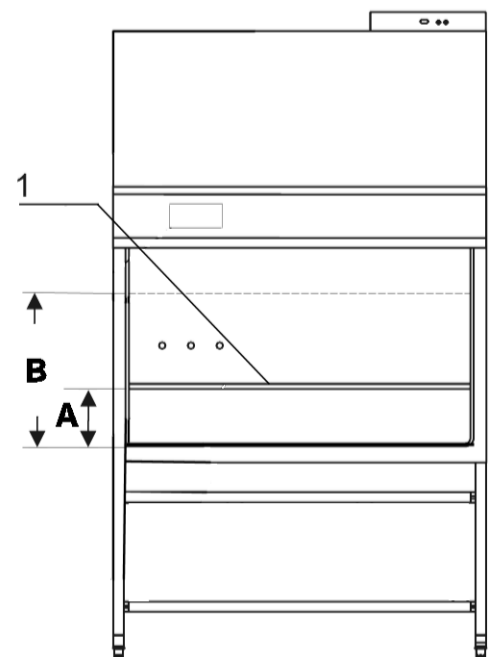

Fig.6b
- **Fig. 6b:** O vidro frontal deslocável electricamente [1], de vidro de segurança de várias camadas é integrado no batedor da tampa frontal. Ele somente pode ser deslocado para cima em uma altura de abertura máxima de **B** (480 mm). Para o acesso ao ambiente de amostras durante o processo de trabalho, o vidro frontal deve ser deslocado para a posição de trabalho com a altura de abertura **A** (200 mm).